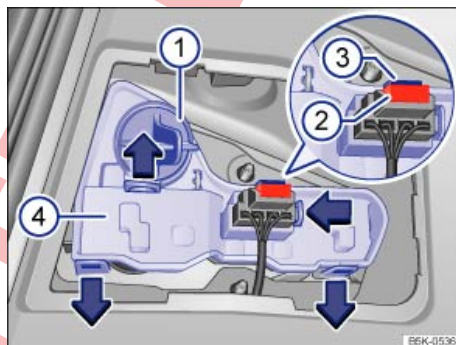

Fig. 289 En el portón trasero: extraer el portalámparas.
4.	Gire el portalámparas ⇒ fig. 289 ① en el sentido contrario al de las agujas del reloj, hasta el tope, y extráigalo junto con la lámpara hacia atrás.
5.	Sustituya la lámpara averiada por otra nueva del mismo tipo. Coloque el portalámparas ① y gírelo en el sentido de las agujas del reloj hasta el tope.
6.	Extraiga el fusible ②. Comprima el bloqueo ③ del conector y desacople el conector.
7.	Desbloquee las pestañas de encastre del portalámparas ④ en el sentido de la flecha y extraiga el portalámparas.